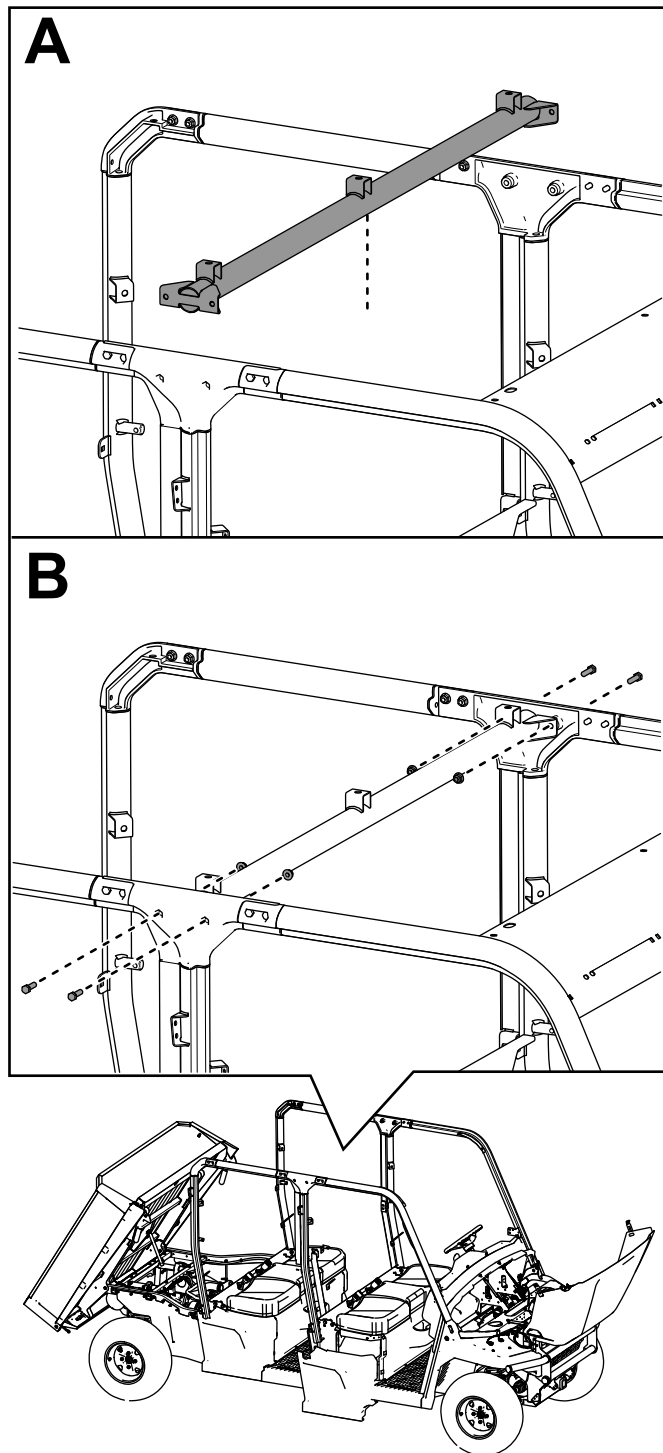

Figura 49
16. Sujete el travesaño central a los conjuntos centrales de la barra antivuelco con 4 pernos de cabeza hexagonal ($\frac{3}{8}$ " x $1\frac{1}{4}$ ") y 4 contratueras ($\frac{3}{8}$ "), como se muestra en la Figura 49.